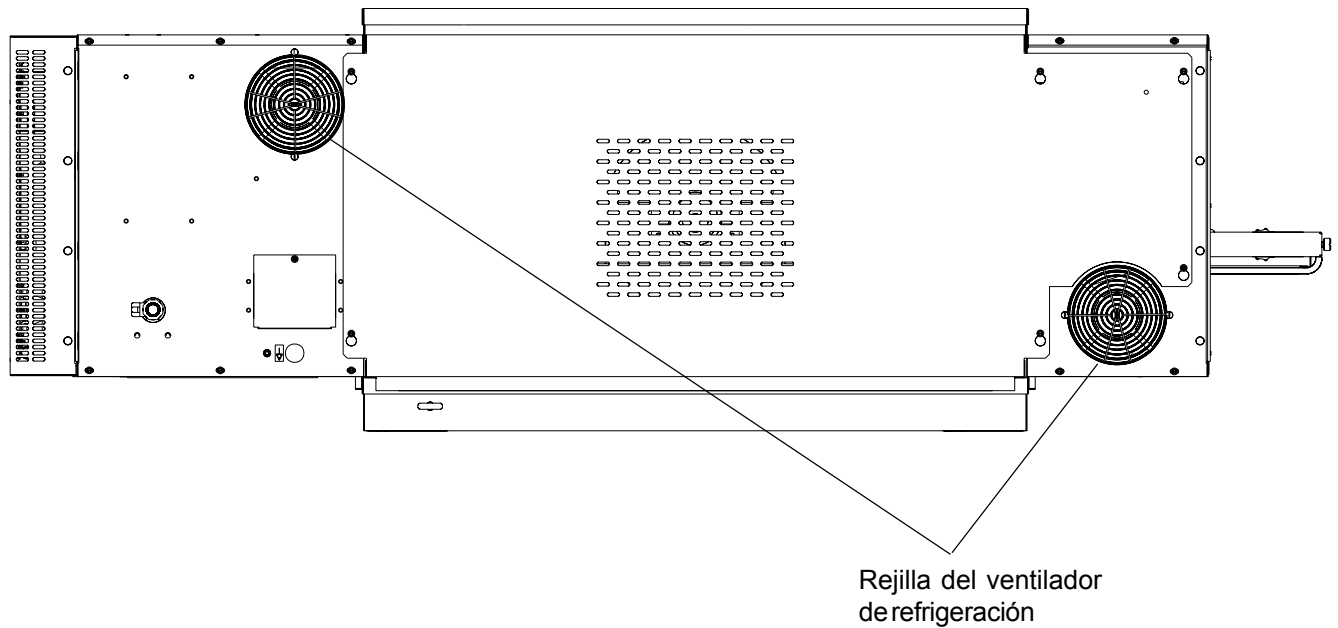

Figura 1-8. Ventilador de refrigeración
E. Ventilador de refrigeración — Véase la Figura 1-8